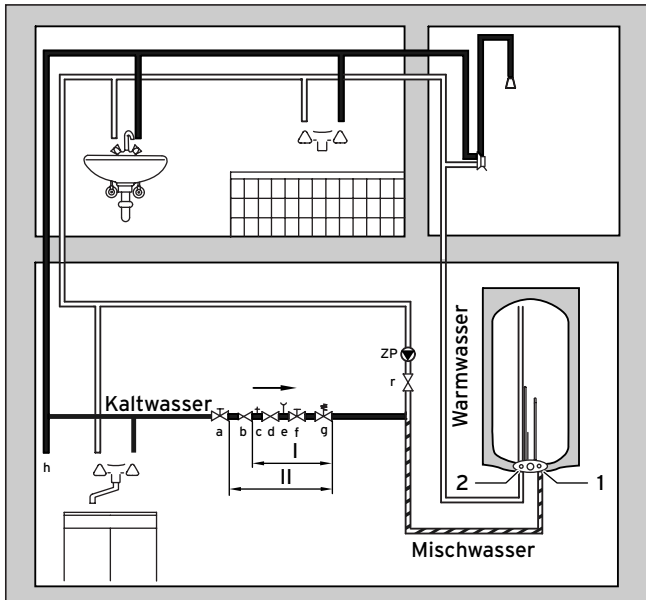

Abb. 4.5 Installationsbeispiel mit Warmwasserzirkulationsleitung
Bei geschlossenem System (druckfeste Installation) muss das Sicherheitsventil (g, Abb. 4.5) regelmäßig betätigt werden, um Festsitzen durch Kalkablagerungen vorzubeugen.
Die Abblaseleitung (2, Abb. 3.1) des Sicherheitsventils (q, Abb. 4.5) muss in der Größe der Austrittsöffnung des Sicherheitsventils in einer frostfreien Umgebung installiert werden. Sie muss mit Gefälle ausgeführt werden, darf höchstens zwei Bögen aufweisen und maximal 2 m lang sein. Sie muss stets offen bleiben. Sie ist so einzubauen, dass beim Abblasen Personen durch heißes Wasser oder Dampf nicht gefährdet werden.
Wie in Abbildung 4.5 gezeigt, werden vom Warmwasseranschluss (2) die Zapfstellen mit einem isolierten Kupferrohr ringförmig so verbunden, dass die letzte Zapfstelle wieder in der Nähe des Elektro-Warmwasserspeichers liegt. Hinter dieser Zapfstelle ist eine Zirkulationspumpe (ZP) anzuschließen. Diese wird über einen Rückflussverhinderer (r) mit einem T-Stück zum Kaltwasseranschluss (1) verbunden.